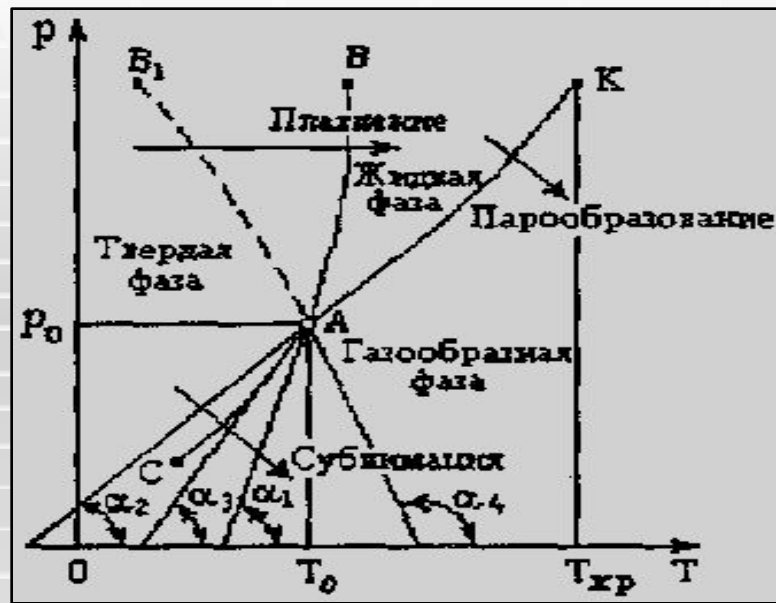

Рис. 5.1.
- Фазовым переходом называется процесс, сопровождающийся затратой теплоты и изменением объема, в котором происходит изменение агрегатного состояния вещества. Переход из одного агрегатного состояния в другое удобно рассматривать на pT -диаграмме (рис.5.1).
- Линия $p = f_1(T)$ (линия АК на рис.5.1.) соответствует равновесному состоянию жидкой и газообразной (парообразной) фаз. Эту линию еще называют линией испарения (или по обратному процессу – линией конденсации). Линия $p = f_2(T)$ (линия АС) соответствует равновесному состоянию твердой и газообразной фаз. Это линия сублимации (или по обратному процессу – десублимации). На линии $p = f_3(T)$ (линия АВ) находятся в равновесии твердая и жидкая фазы. Эта линия называется линией плавления (или по обратному процессу – затвердевания).
- Все три кривые равновесного состояния различных фаз вещества пересекаются в некоторой определенной для каждого вещества точке, называемой тройной точкой (точка A на рис.5.1). В этой точке в термодинамическом равновесии находятся три различные фазы вещества – твердая, жидкая и газообразная, т.е. пропадает различие между этими тремя фазами.